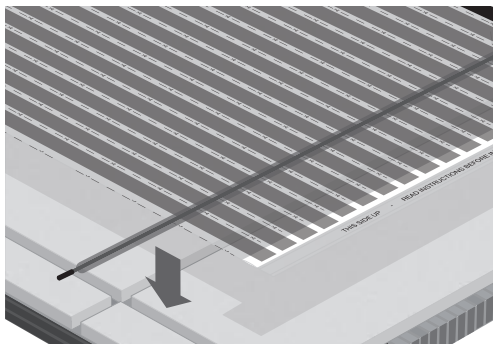

Fig.5. Utskärning för golvgivare
6. Där rören från termostaten går ner i golvet, gör utskärningar i underlagsplattorna för att ge plats åt dessa (fig. 5). The end of the floor sensor should be placed min. 0,5m from the wall